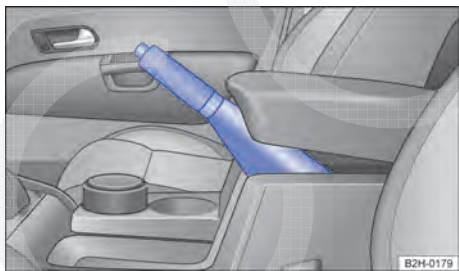

Fig. 104 Entre os bancos dianteiros: freio de estacionamento.
- Puxar a alavanca do freio de estacionamento um pouco para cima e pressionar o botão bloqueador ⇒ Fig. 104 (seta).